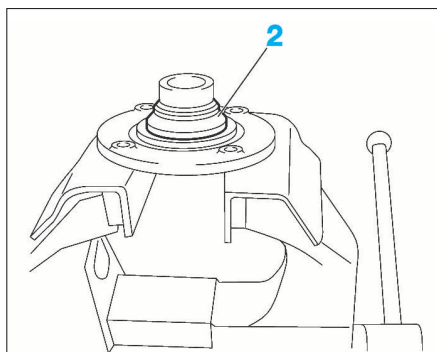

FIG. 29
- Extraire le moyeu avec la demi-cage intérieure de roulement (2) (Fig.29).